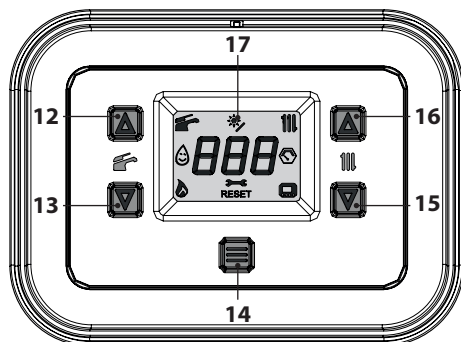
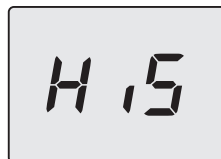
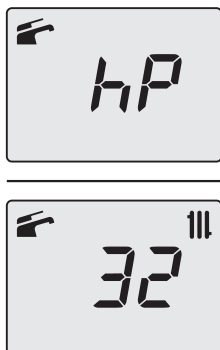
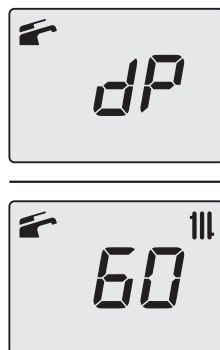

Рисунок 9.19
Рисунок 9.20
Рисунок 9.23
Рисунок 9.25
- Войдите в «режим программирования», нажав одновременно и удерживая в течение 5 секунд кнопки 13 и 15 (Рисунок 9.19), до появления на ЖК-дисплее надписи **HiS**, указывающей меню «Хронология котла» (Рисунок 9.20).
- Нажав кнопку 15 (Рисунок 9.19), можно изменять значение мощности в режиме «трубочист», например, при появлении на ЖК-дисплее букв **hP**, сменяющихся значением температуры воды для отопления (например, **32**), режим «трубочист» работает при минимальной мощности отопления (Рисунок 9.23).
- Нажав кнопку 15 (Рисунок 9.19), можно изменять значение мощности в режиме «трубочист», например, при появлении на ЖК-дисплее **сP**, сменяющегося значением температуры воды для отопления (например, **60**), режим «трубочист» работает при
- Нажав еще раз кнопку 15 (Рисунок 9.19), можно снова изменять значение мощности в режиме «трубочист», например, при появлении на ЖК-дисплее **dP**, сменяющегося значением температуры воды для горячего водоснабжения (например, **60**), режим «трубочист» работает при максимальной мощности горячего водоснабжения (Рисунок 9.25);
- Нажимая одновременно в течение 1 секунды кнопки 13 и 15 (Рисунок 9.19), можно выйти из «режима трубочист» и вернуться к списку меню.
- удерживать кнопки 13 и 15 в течение 5 сек. (Рисунок 9.19) (возврат на предыдущий уровень).